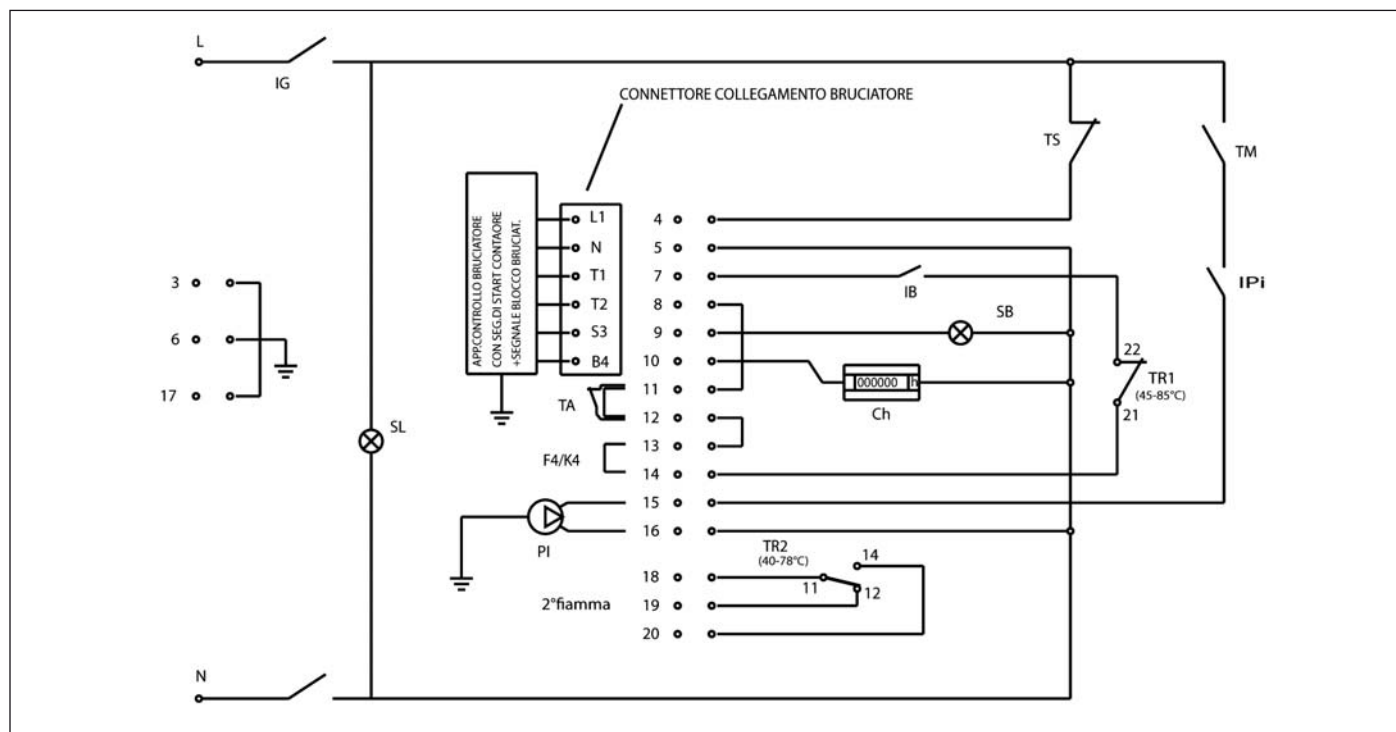

Fig. 17
7.2 Schema elettrico per bruciatore e pompa monofase (Fig. 17)